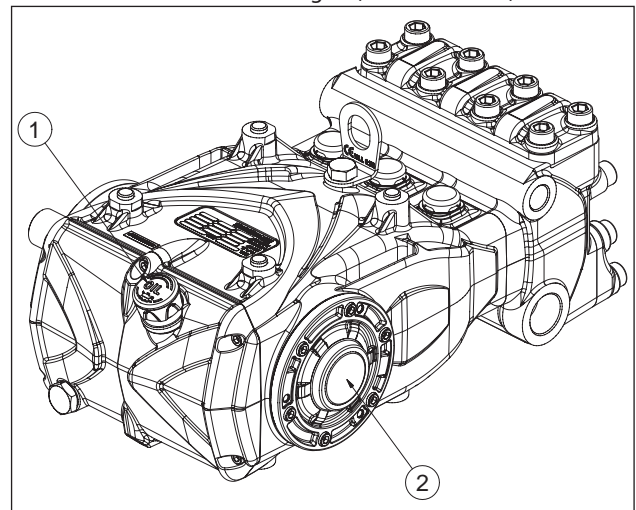

Abb. 13
- Der Ölstand im Pumpengehäuse korrekt ist, u.z. über den entsprechenden Messstab (Pos. ① Abb. 13) und ausnahmsweise am Schauglass (Pos. ② Abb. 13).